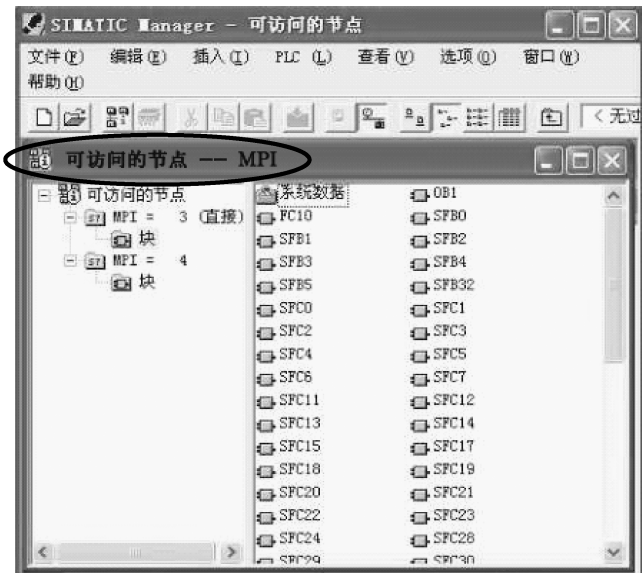

图 3-57 显示可访问节点的列表
- 2) 从显示的列表中单击节点（“MPI = ...”对象），并单击“块”文件夹以显示可访问节点的列表，如图 3-57 所示。